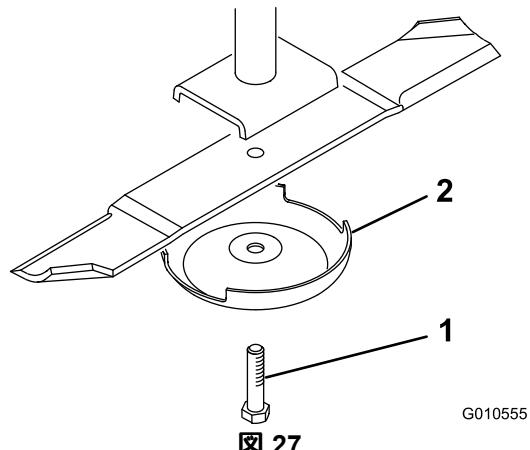

図 27
- ぼろきれや厚いパッドの入った手袋を使ってブレードの端部をしっかりと握る。スピンドルのシャフトからブレードボルト、芝削り防止カップ、ブレードを取り外す図 27。